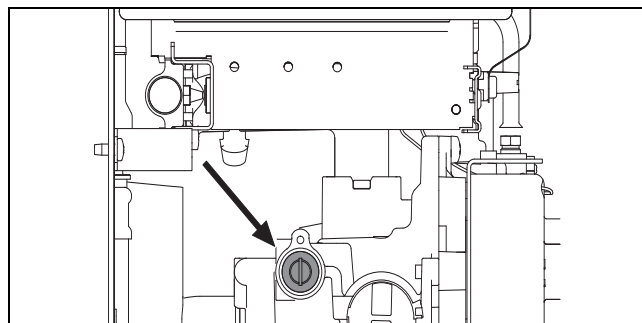

Fig. 14 Vis de réglage du débit maximal du gaz
- ▶ Retirer le joint de la vis de réglage (fig. 14).
- ▶ A l'aide de la vis de réglage (fig. 14), régler la pression jusqu'à ce que les valeurs indiquées dans le tableau 7 soient obtenues.